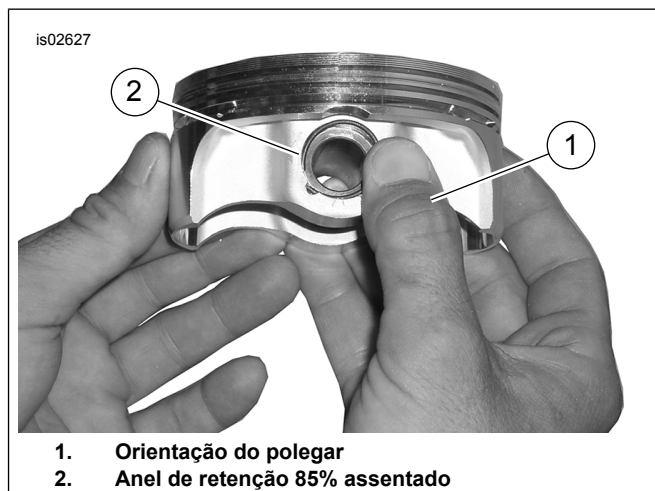

Figura 4. Instalação do anel de retenção
- Veja Figura 4. Posicione seu polegar (1) como mostrado e pressione com firmeza até que aproximadamente 85% do anel de retenção (2) fique assentado na ranhura.